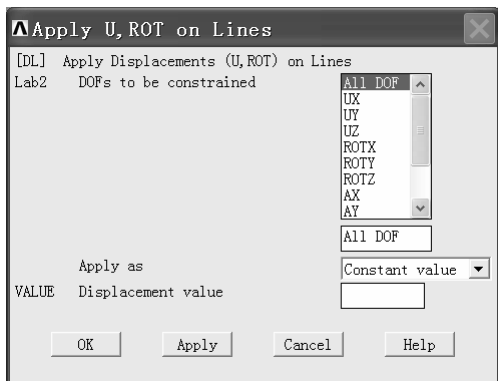
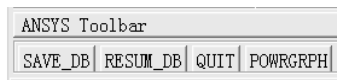

图 3-187 “Apply U, ROT on Lines” 窗口
图 3-188 工具条
(7) 单击“Apply U, RO...”窗口中的“OK”按钮，弹出“Apply U, ROT on Lines”窗口（见图 3-187）。
(8) 拖动“Apply U, ROT on Lines”窗口右上方方框后的滚动条，选中“All DOF”，然后单击该窗口中的“OK”按钮，图形窗口中显示圆筒两端被约束。
(9) 单击操作界面左上角处工具条上的“SAVE_DB”按钮（见图 3-188），保存文件。